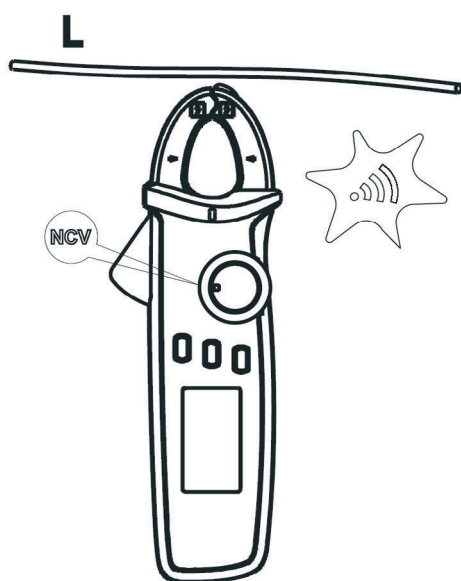

Рис.7
8.4. Бесконтактные измерения электрического поля (NCV – рис. 7)